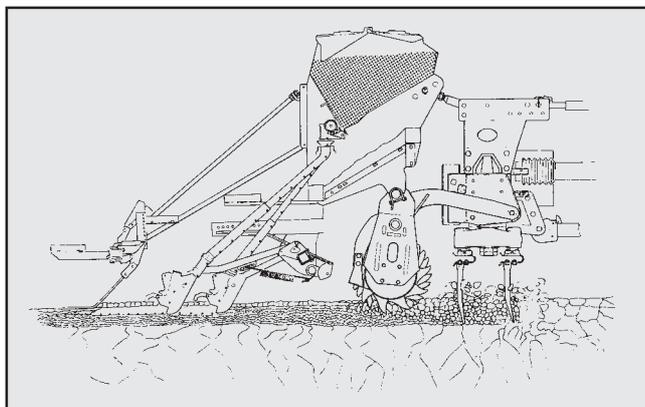

Рис. 4
- **вибрационная борона АМАЦОНЕ с насадной рядовой сеялкой с анкерными сошниками** (рис. 4) на легких до среднетяжелых грунтах после плуга.